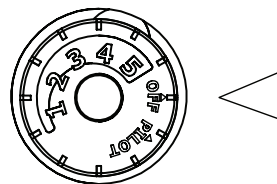
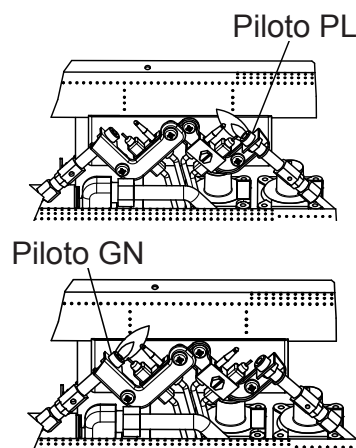

Fig. 15: perilla de control
Fig. 16: piloto
3. Gire la perilla de control en dirección de las manecillas del reloj  hacia la posición OFF (APAGADO) (consulte la Fig. 15).
4. Espere cinco (5) minutos para que se despeje el gas. Luego verifique si hay olor a gas, incluso cerca del piso. Si percibe olor a gas, ¡DETÉNGASE! Siga la sección "B" de la información de seguridad, como se indicó anteriormente. Si no hay olor a gas, proceda con el próximo paso.
5. Gire la perilla de control en la dirección contraria a las manecillas del reloj  hacia la posición PILOT (PILOTO) (consulte la Fig. 16). Presione la perilla de control.
7. Mantenga presionada la perilla de control durante (30) segundos después de que el piloto se encienda. Suelte la perilla de control.
- Si el piloto se apaga, repita los pasos 3 a 7. Espere (1) minuto antes de intentar encender el piloto nuevamente. Si el piloto se apaga tras varios intentos, gire la perilla de control de gas en dirección de las manecillas del reloj  hasta la posición OFF (APAGADO) y llame a un técnico de servicio calificado.